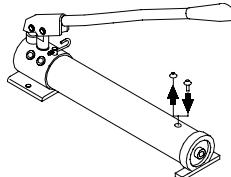

Figura 6: Quite el tapón de embalaje y reemplácelo con el tapón de purga de aire antes del primer uso.
- Quite el tapón de embalaje y reemplácelo con el tapón de purga de aire (Figura 6).